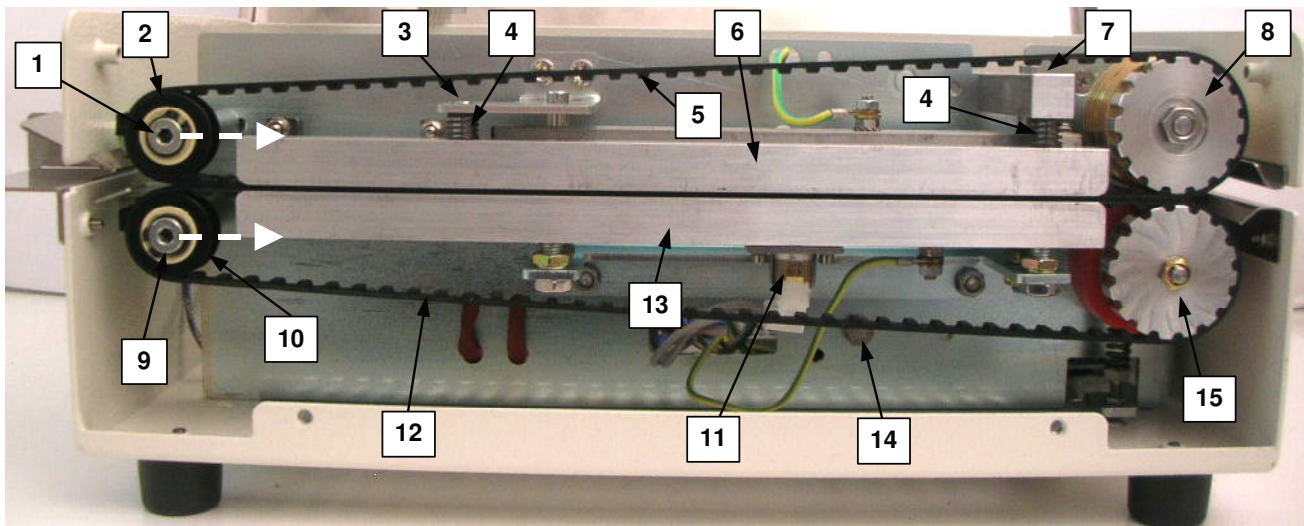

fig.5.9
- dopo aver allentato la vite superiore di bloccaggio (n.2-fig.5.8) e la vite di rotazione (n.14-fig.5.9), disinserire il gruppo motoriduttore (n.1-fig.5.8) ruotandolo nel senso della freccia di fig.5.8
- smontare la barra di trasporto superiore (n.6-fig.5.9) svitando prima le spine di fissaggio (n.3 e n.7-fig.5.9)
Attenzione a non smarrire le 2 molle di pressione (n.4-fig.5.9)
- allentare la vite di fissaggio del perno (n.1-fig.5.9) della puleggia condotta superiore.
- allentare la tensione della cinghia di trasporto superiore (n.5-fig.5.9) portando la puleggia condotta superiore (n.2-fig.5.9) nella direzione indicata dalla freccia di fig.5.9.
- sfilare la cinghia di trasporto superiore (n.5-fig.5.9) dalla puleggia motrice superiore (n.8-fig.5.9) ed estrarla dalla macchina.
- allentare la vite di fissaggio del perno (n.9-fig.5.9) della puleggia condotta inferiore.
- allentare la tensione della cinghia di trasporto inferiore (n.12-fig.5.9) portando la puleggia condotta inferiore (n.10-fig.5.9) nella direzione indicata dalla freccia di fig.5.9.
- sfilare la cinghia di trasporto inferiore (n.12-fig.5.9) dalla puleggia motrice inferiore (n.15-fig.5.9) ed estrarla dalla macchina.
- Inserire la cinghia di trasporto inferiore (n.12-fig.5.9) nella puleggia motrice inferiore (n.15-fig.5.9) e, successivamente, inserirla nella puleggia condotta inferiore (n.10-fig.5.9)
- tendere la cinghia inferiore mediante la puleggia condotta inferiore (n.10-fig.5.9) e bloccare il suo perno (n.9-fig.5.9) mediante la relativa vite di fissaggio.
- Inserire la cinghia di trasporto superiore (n.5-fig.5.9) nella puleggia motrice superiore (n.2-fig.5.9) e, successivamente, inserirla nella puleggia condotta superiore (n.2-fig.5.9)
- tendere la cinghia superiore mediante la puleggia condotta superiore (n.2-fig.5.9) e bloccare il suo perno (n.1-fig.5.9) mediante la relativa vite di fissaggio.
- rimontare la barra di trasporto superiore (n.6-fig.5.9)
*Attenzione a non smarrire le 2 molle di pressione (n.4-fig.5.9)*